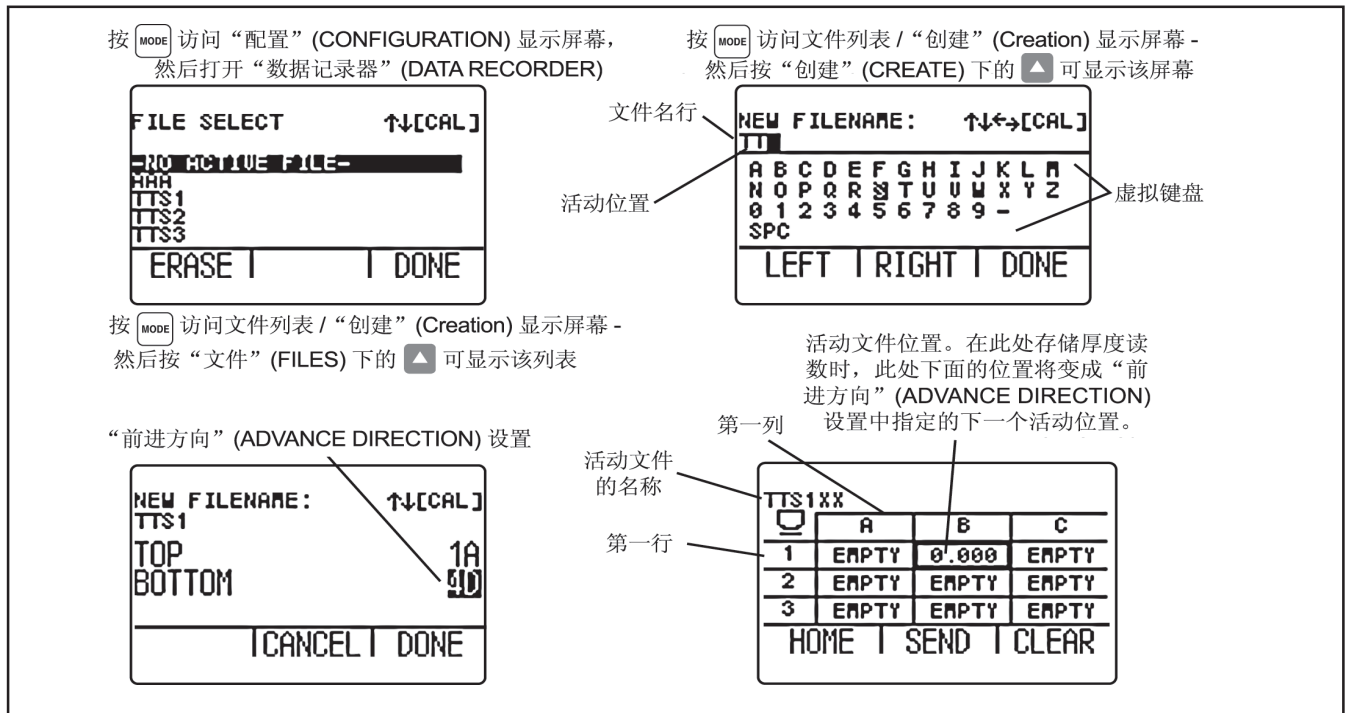

图 2-4 - 文件显示模式 - 安装并激活后, 数据记录器选件可允许用户创建数据记录器文件、存储厚度读数 (及 A 扫描) 和浏览文件内容 (此处所示)。有关使用“数据记录器”文件的信息, 请参阅第 5 章。
- **文件显示模式** – 允许用户在数据记录器文件中创建和存储厚度读数。仅在安装并激活数据记录器选件时，方可使用此功能。按住“发送功能” (SEND Function) 下方的  三秒钟，可将随附的 A 扫描与厚度读数一同存储。（图 2-4）